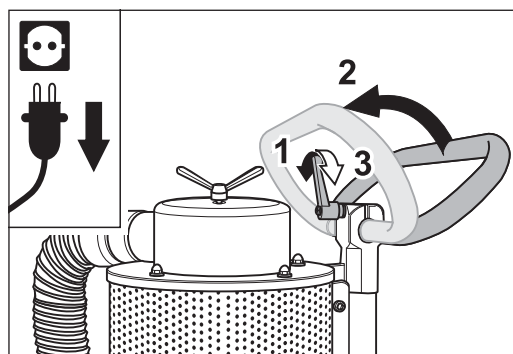

Fig. 5 Pour basculer la machine, desserrez tout d'abord le levier de serrage puis rabattez l'étrier de maintien vers l'avant.
- 3 Desserrez le levier de serrage de l'étrier de maintien, rabattez l'étrier de maintien vers l'avant et resserrez le levier de serrage (fig. 5).